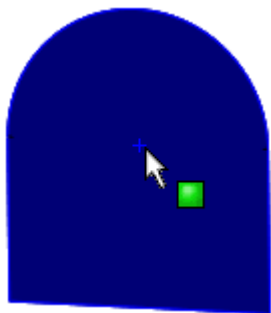
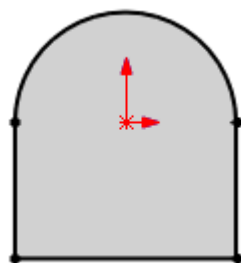

图 10-136 选择基准面
图 10-137 转换图素
⑫绘制成形工具定位草图。单击成形工具，以图10-136所示的表面作为基准面，单击“草图”工具栏中的“草图绘制”按钮，然后单击“草图”工具栏中的“转换实体引用”按钮，将选择表面转换成图素。如图10-137所示。单击“退出草图”按钮。